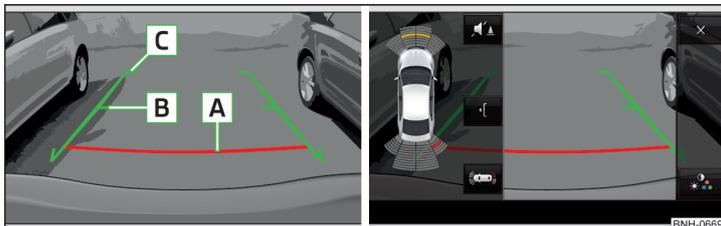

Fig. 116 Visuel d'Infodivertissement : Lignes d'orientation / Touches de fonction
**Distance des lignes d'orientation derrière le véhicule » fig. 116**
**Touches de fonction » fig. 116**